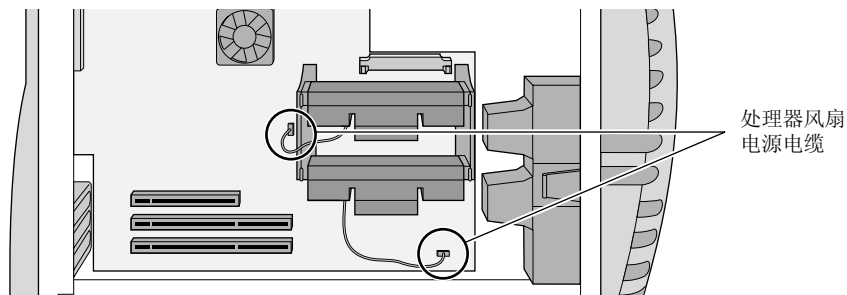

图 6-5 将处理器风扇电源电缆连至系统板
9. 如果处理器连有风扇，则应将风扇电源电缆连至系统板上相应的连接头。具体操作如图 6-5 所示。